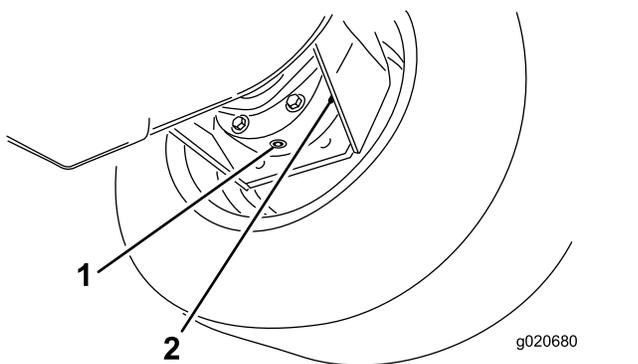

Рисунок 92
3. Подставьте поддон под корпус тормоза, снимите пробку сливного отверстия и дайте маслу стечь (Рисунок 92).